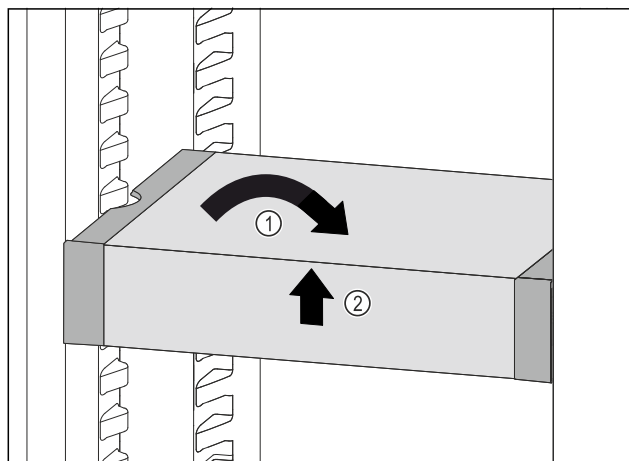

Fig. 64
- ▶ Predal VarioSafe postavite ravno. Fig. 64 (1)
- ▶ Predal VarioSafe dvignite spredaj. Fig. 64 (2)